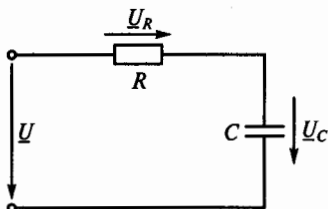

Рис. 87
**3.26.Р.** Цепь с последовательно соединенными резистором  $R$  и конденсатором  $C$ , показанная на рис. 87, подключена к источнику питания с постоянным напряжением  $U = 100$  В. Как распределится напряжение на участках цепи?